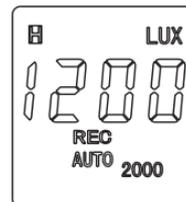

Fig.6
6. Gravação automática de dados. Primeiro pressione REC, então segure o primeiro pressionado e pressione MODE ao mesmo tempo para iniciar a função de gravação automática. A indicação AUTO será exibido para ajusta a escala automaticamente. Então as indicações REC e  irão ambos piscar no display(Fig.6).